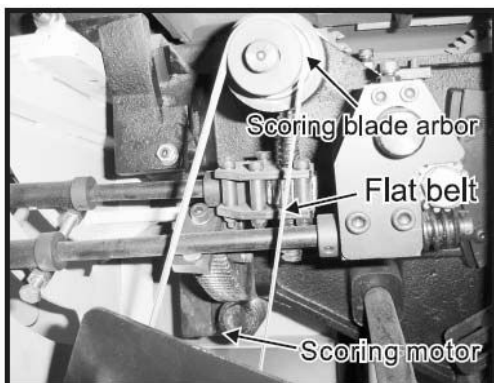

Fig. 31
2. Наденьте на вал подрезной пилы плоский ремень (см. рис. 31), приподнимите электродвигатель подрезной пилы и протяните ремень на ее шкив.